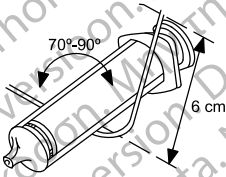

Abbildung 2. Biegen des Mandrins
2. Wählen Sie einen Mandrin nach der Funktion und der bevorzugten Festigkeit. Falls gewünscht, können Sie den Mandrin mit einem sterilen Instrument mit glatter Oberfläche (z. B. einem 10-ml- oder 12-ml-Spritzenkolben) vorsichtig formen (Abbildung 2 Biegen des Mandrins auf Seite 16).